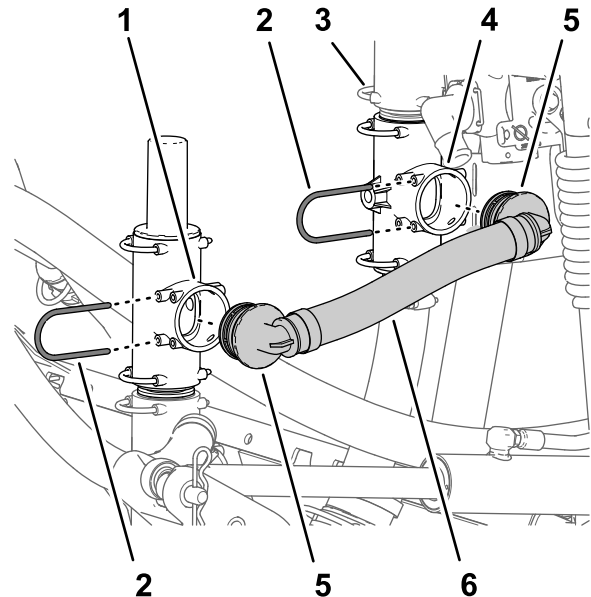

Figura 9
1. Aliniază fittingul de 90° al ansamblului furtunului de limitare a presiunii cu orificiul deschis din fittingul în T superior (situat sub supapa de limitare a presiunii) și introduce fittingul la 90° până când este complet aezat (**Figura 9**).
2. Fixai fittingul de 90° cu opritorul (**Figura 9**) pe care l-ai demontat în pasul 2 din **Demontarea furtunurilor** (Pagină 4).
3. Aliniază celălalt fitting de 90° al ansamblului furtunului de limitare a presiunii cu orificiul deschis al fittingului în T inferior (fixai pe suportul supapei) și introduce fittingul de 90° până când este complet aezat (**Figura 9**).
4. Fixai fittingul de 90° la fittingul în T superior cu opritorul (**Figura 9**) pe care l-ai demontat în pasul 2 din **Demontarea furtunurilor** (Pagină 4).
4. Fixai fittingul inelat drept la supapă ejectorului (Figura 9) cu ajutorul opritor.